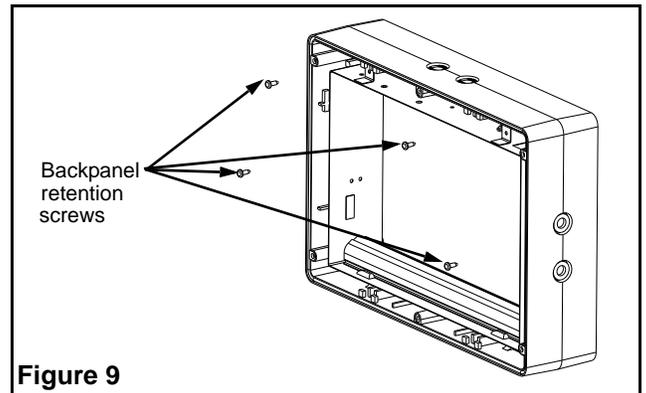

Figure 9
3. Install the four back panel retention screws (see Figure 9)
3. Installer les 4 vis de retenue du panneau arrière (voir Figure 9)